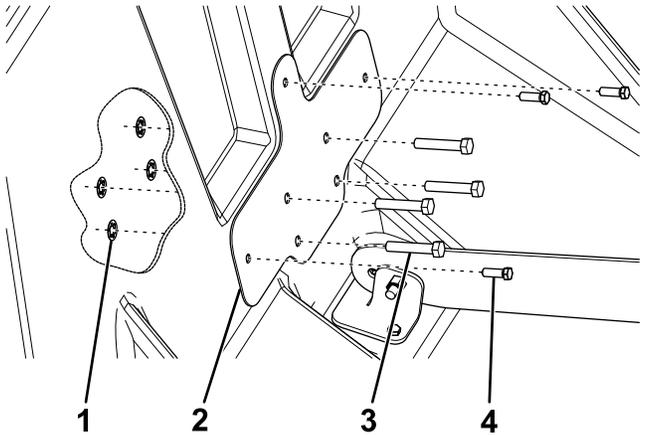

Figura 4
6. Sujete la placa de montaje interior al interior de la tolva del esparcidor con los 4 pernos indicados a continuación para su esparcidor, y 4 tuercas rápidas (Figura 4).
8. Sujete la placa de montaje interior a la tolva con 3 tirafondos (Figura 4).